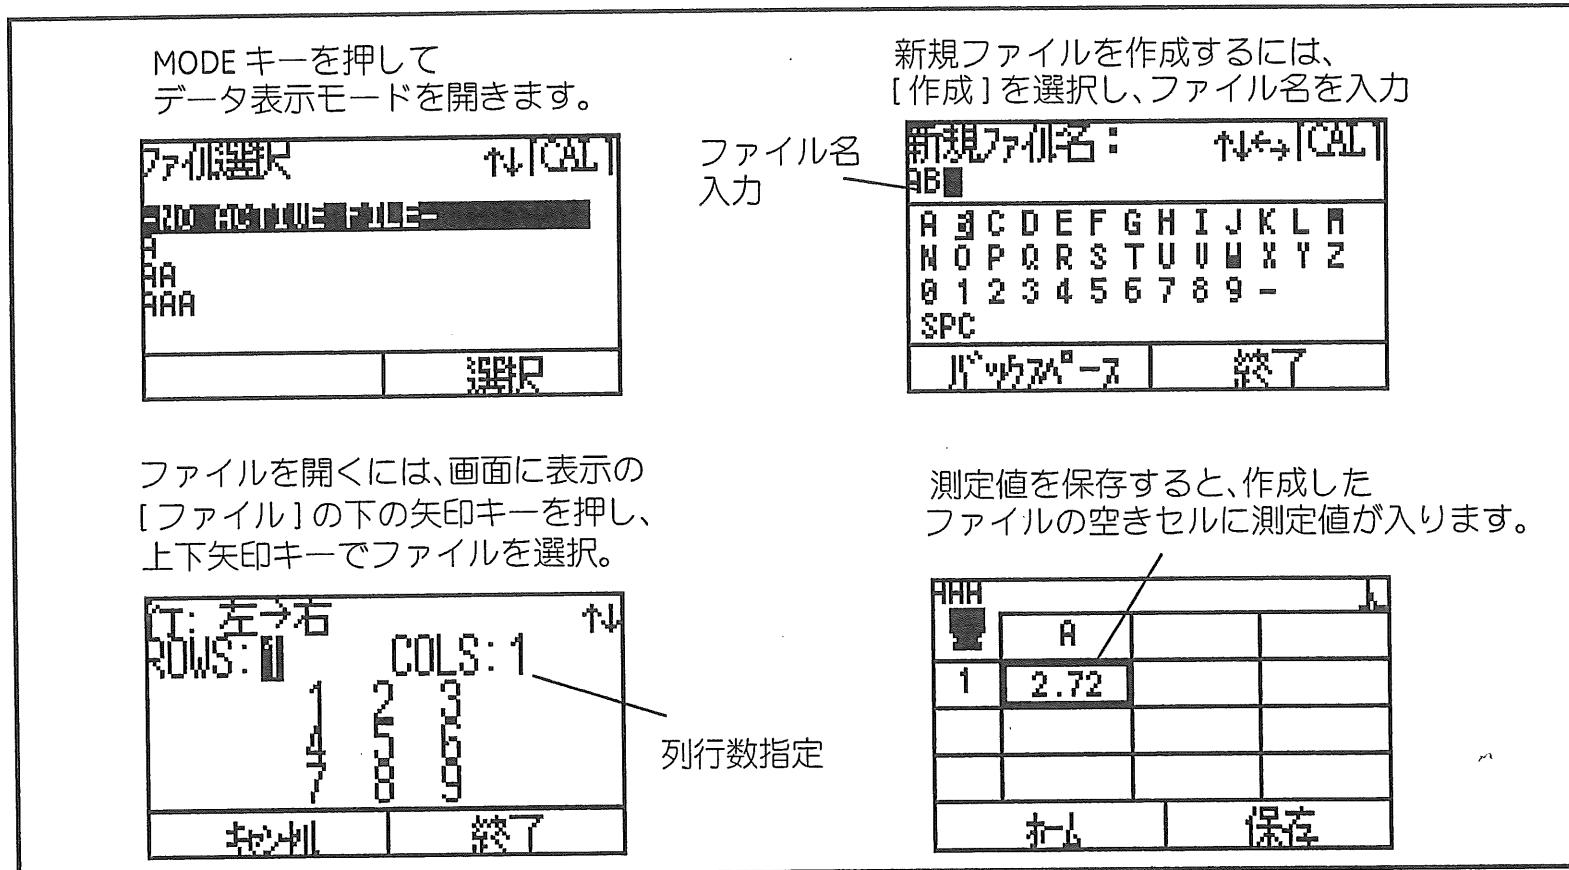

図 4: ファイル表示モード
- ・ **ファイル表示モード**：データレコーダ（DM5E DL）の場合は、データファイルの作成と測定値の保存ができます（図 4）。DM5E の場合、ファイル表示モードはありません。データレコーダを搭載していても、設定モードでデータレコーダをオンに設定していないとファイルを表示できません。